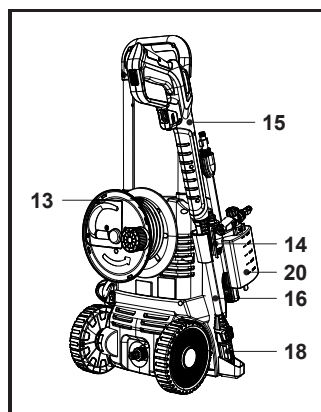

Fig. 24
3. Înfășoară furtunul cu presiune (13) și depozitează pistolul pulverizator (15), extensia de lance (16), duza pentru recipientul cu detergent (20) și duza (18 / 19) (fig. 24).
4. Transportă întotdeauna aparatul ținându-l de mânerul de transport (1) și folosind roțile din spate (8).